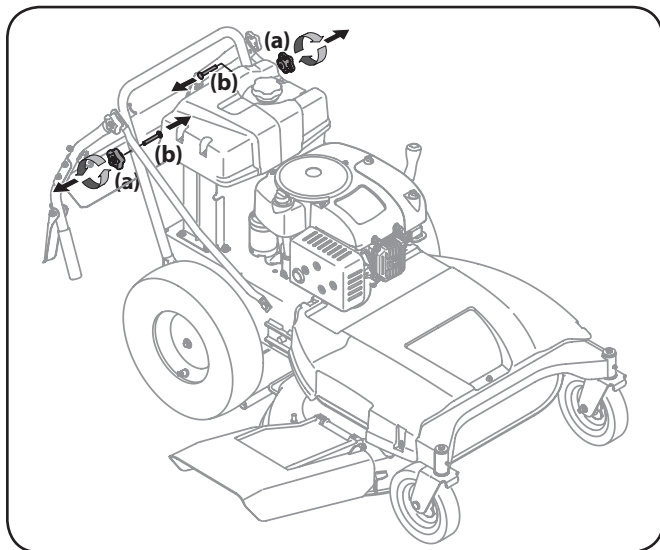

Figure 3-3
1. Retirez les boutons étoile (a) et les boulons de carrosserie (b) de la poignée inférieure. Voir Figure 3-3.